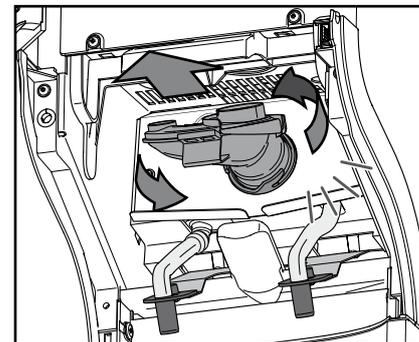

Fig. 38
- d. Tournez le bol de mélange contre les aiguilles de la montre pour le déverrouiller et retirez-le ensemble avec la bague d'étanchéité (fig. 38).